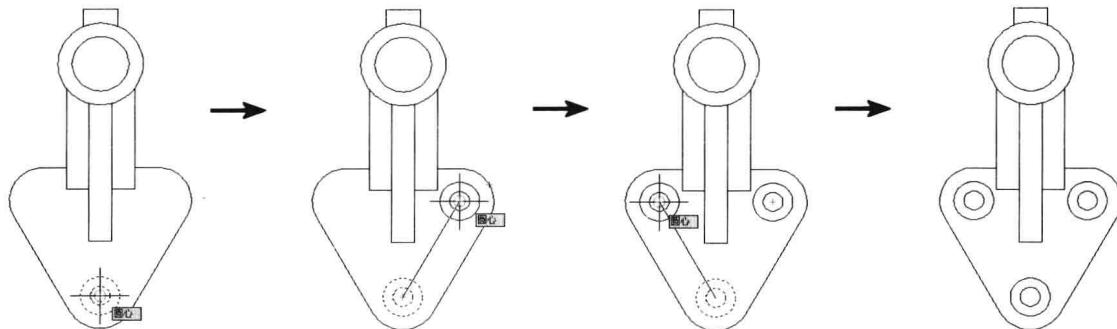

图 4-4-3
- (2) 选择要复制的对象支架底部同心圆，并按 Enter 键。
- (3) 命令行提示“指定基点或 [位移(D)/模式(O)] <位移>”，捕捉并单击同心圆的圆心以确定基点的位置。
- (4) 命令行提示“指定第二个点或 <使用第一个点作为位移>”，移动十字光标，十字光标与基点之间有一条连线，捕捉并单击图形中右侧圆角的圆心，所选对象根据基点到第二点的距离和方向复制对象；捕捉并单击左侧圆角的圆心为基点，创建第二个复制品，按 Enter 键，如图 4-4-3 所示。